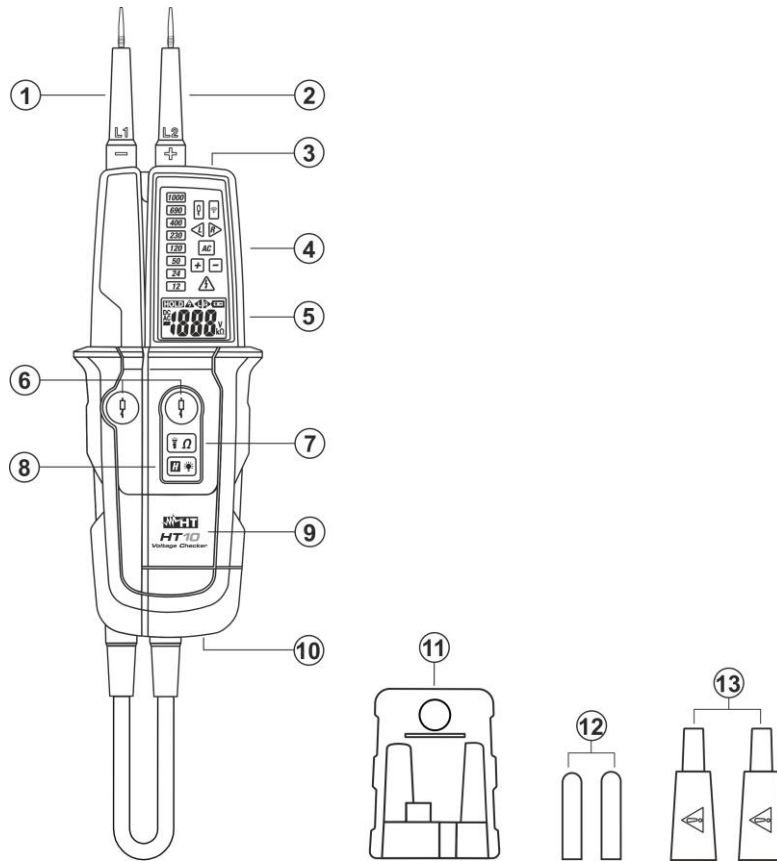
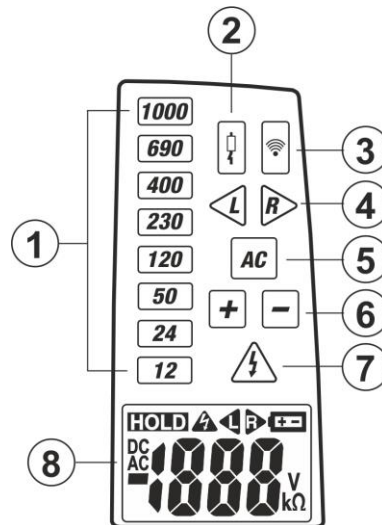

Fig. 1: Instrumentenbeschreibung
Fig. 2: Beschreibung von der Warn-LED
4. **Drücken Sie die zwei Tasten gleichzeitig (siehe Fig. 1 – Teil 6). Die reale vorhandene Spannung wird durch Einschaltung der roten LEDs und im Display angezeigt. Das Symbol AC und die Mess-LED mit niedriger Impedanz (siehe Fig. 2 – Teil 2) werden angezeigt.**